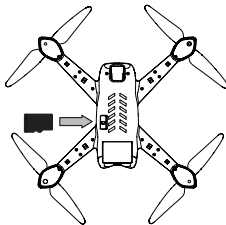

Figure 1: Retirer la carte SD
1. Retirez la carte SD (non incluse) située dans le compartiment de la batterie du drone (Figure 1).